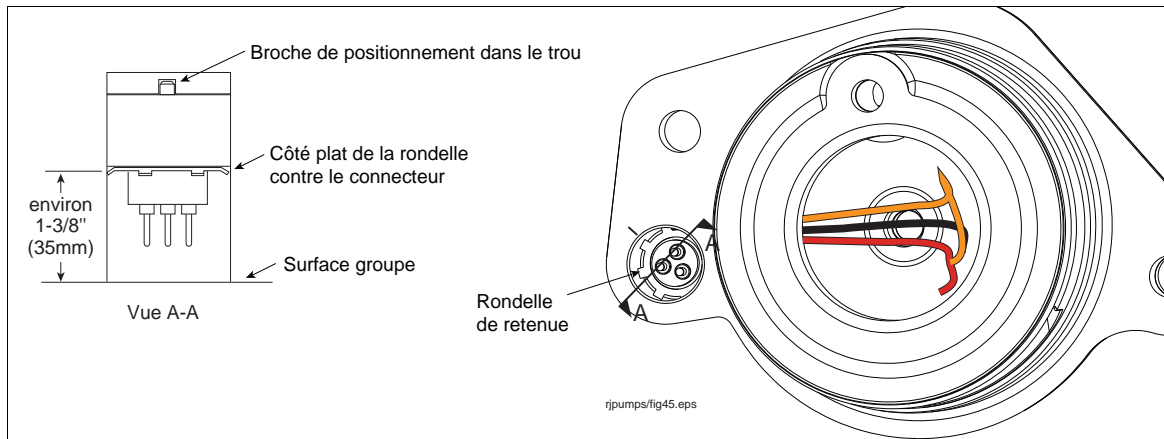

Figure 42. Profondeur correcte du connecteur mâle dans la prise du groupe
13. Enfiler les câbles du nouveau connecteur dans la prise et les faire ressortir par l'ouverture située sur le socle de la prise, dans le compartiment du câblage du Groupe. Mettre les câbles dans le compartiment du câblage, de la même façon qu'on a mis la bandelette adhésive sur le connecteur, alignée sur le repère tracé sur le devant du groupe. Après avoir complètement poussé le connecteur dans sa prise, celui-ci ne doit plus pouvoir tourner, si l'axe de positionnement est dans le trou. A l'aide d'une petite règle, mesurer la distance entre le devant du groupe et le connecteur, qui doit être légèrement supérieure à 1-3/8" (35mm) (voir Figure 42). Tendre les câbles de façon à maintenir le connecteur en position et introduire la rondelle de retenue (avec la dent tournée vers le haut dirigée vers l'extérieur) en la forçant vers le bas, jusqu'à ce qu'elle bute fermement contre le connecteur. Vérifier la distance mesurée de 1-3/8" (35mm) après avoir disposé la rondelle de retenue pour confirmer que le connecteur est placé à la bonne profondeur.